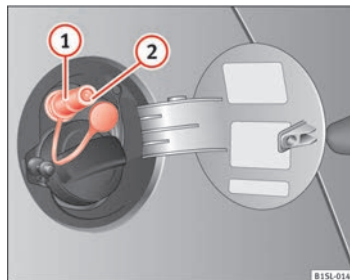

Abb. 108 Geöffnete Tankklappe: Gas-Einfüllstutzen ①, Dichting des Einfüllstutzens ②.
- Öffnen Sie den Gas-Einfüllstutzen ⇒ Abb. 108 ①.